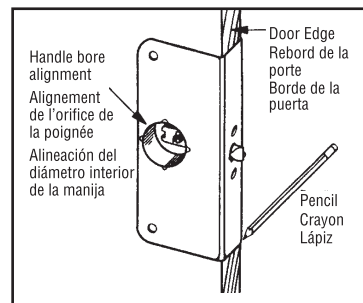

Fig. 4A
Step 4A: After sliding the guardplate onto the door, install the outside handle assembly through the bore, be sure the latch spindle properly engages the torque drive of the latchbolt. Close the door to test the jamb clearance. If door closes properly, finish assembly of inside handle and go to **Step 5**. If the guardplate hits the jamb, check the hinges for loose screws or worn hinge pins. If these are all right, you must remove 1/32 in. of the door edge under the guardplate, use a pencil to mark the area (**Fig. 4A**).
Étape 4A: Une fois que vous avez glissé la plaque de protection sur la porte, installez l'ensemble de poignée extérieure à travers l'orifice. Assurez-vous que l'axe de la poignée se glisse correctement dans l'ouverture du pêne demi-tour. Fermez la porte afin de vérifier le dégagement du montant. Si la porte se ferme correctement, terminez l'assemblage de la poignée intérieure et passez à l'étape 5. Si la plaque de protection se heurte au montant, vérifiez si les vis des charnières sont desserrées ou si leurs goupilles sont usées. Si ce n'est pas le cas, vous devrez entamer le rebord de la porte de 0,8 mm sous la plaque de protection. Dessinez le tracé à l'aide d'un crayon (**Fig. 4A**).
Paso 4A: Después de deslizar la placa de protección en la puerta, instale el ensamble de la manija exterior a través del diámetro interior; asegúrese de que el eje del pestillo siga la dirección de torsión del perno del pestillo. Cierre la puerta para asegurarse de que no exista interferencia con la jamba. Si la puerta se cierra correctamente, instale el ensamble de la manija interior y siga con el paso 5. Si la placa de protección golpea la jamba, revise si las bisagras tienen tornillos sueltos o pasadores desgastados. Si estos están bien, deberá rebajar 0,08 cm (1/32") del borde de la puerta debajo de la placa de protección. Use un lápiz para marcar el área (**Fig. 4A**).